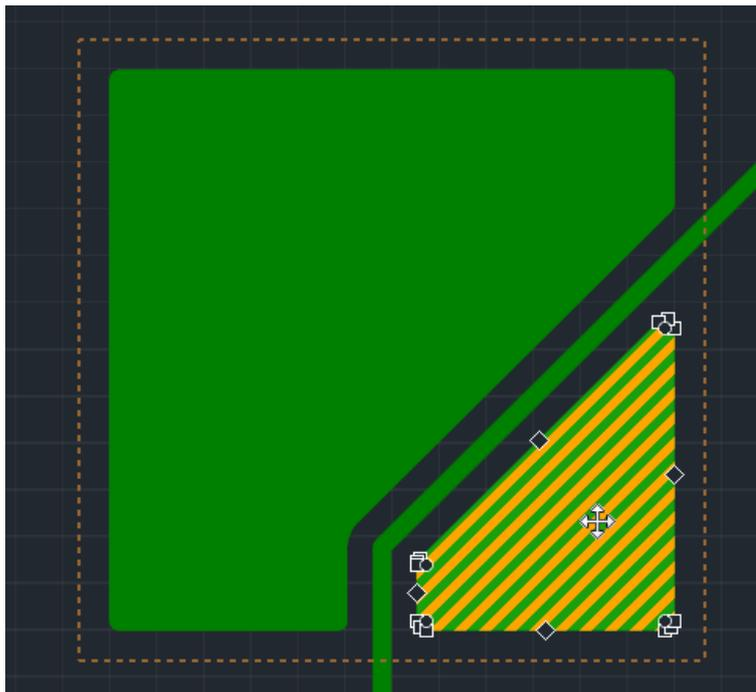

Рис. 156. Выбор острова области металлизации
1. Выбрать остров металлизации, геометрию которого требуется изменить, см. Рис. 156.